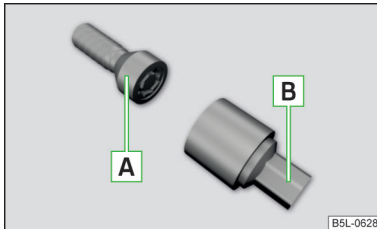

Fig. 152
Șuruburile de roată antifurt protejează roțile față de un furt. Acestea pot fi **slăbite/strânse** exclusiv cu adaptorul **B** » fig. 152.
- › Introduceți cheia de roți pe șurub până la capăt. Pentru șuruburile de roată antifurt folosiți adaptorul corespunzător » fig. 152 la pagina 131.